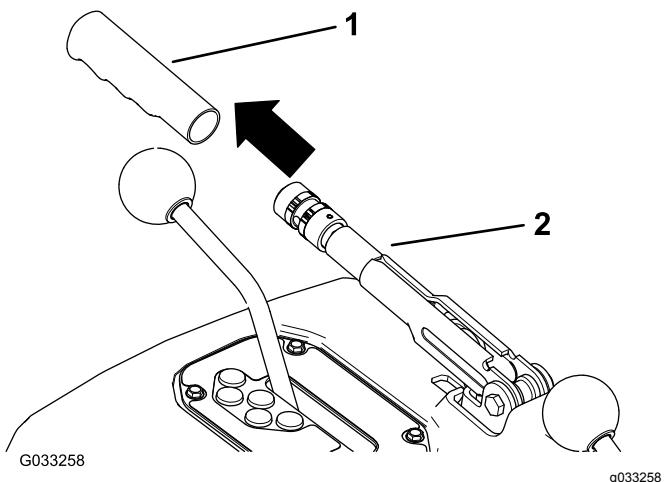

Figura 74
5. Instale la empuñadura de goma en la palanca del freno de estacionamiento (Figura 74).